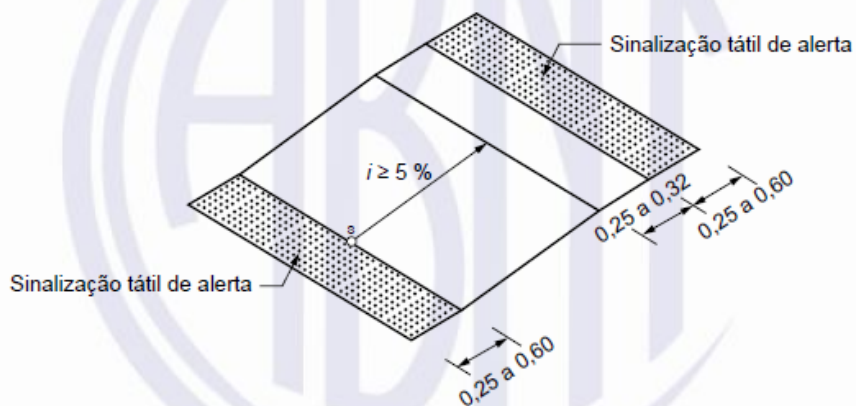

Figura 14 – Rampas fixas com  $i \geq 5\%$
**6.4.4** A sinalização tátil de alerta deve medir entre 0,25 m e 0,60 m na base e no topo de rampas, com inclinação  $i \geq 5\%$ . Na base não pode haver afastamento entre a sinalização tátil e o início do declive. No topo, a sinalização tátil pode afastar-se de 0,25 m a 0,32 m do início do declive, conforme a Figura 14. Rampas com  $i < 5\%$  não precisam ser sinalizadas.